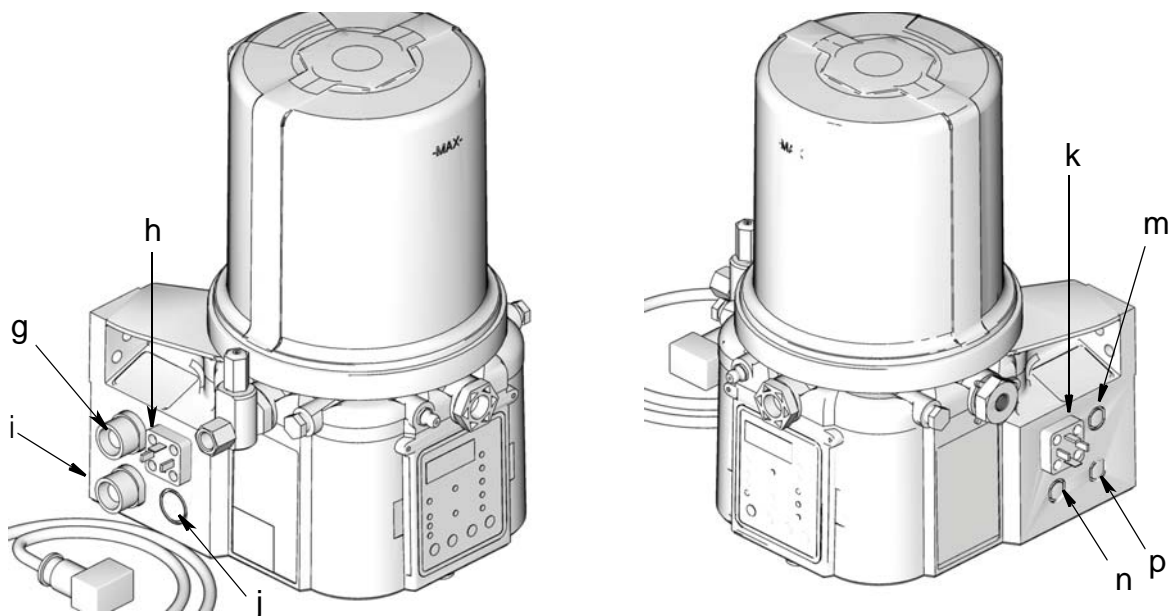

FIG. 1
**NOTA:** Los códigos g - p se refieren a una ubicación específica en la bomba G3. Vea la FIG. 1 para estas ubicaciones.